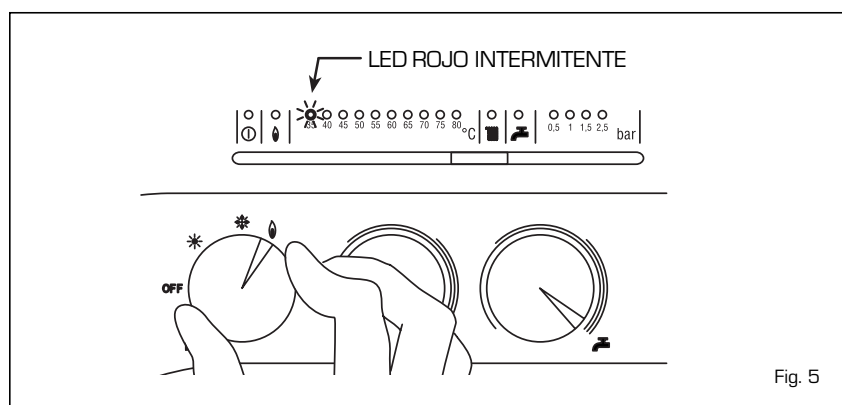

Fig. 5
- Intervención termóstato de seguridad/humos (fig. 5)